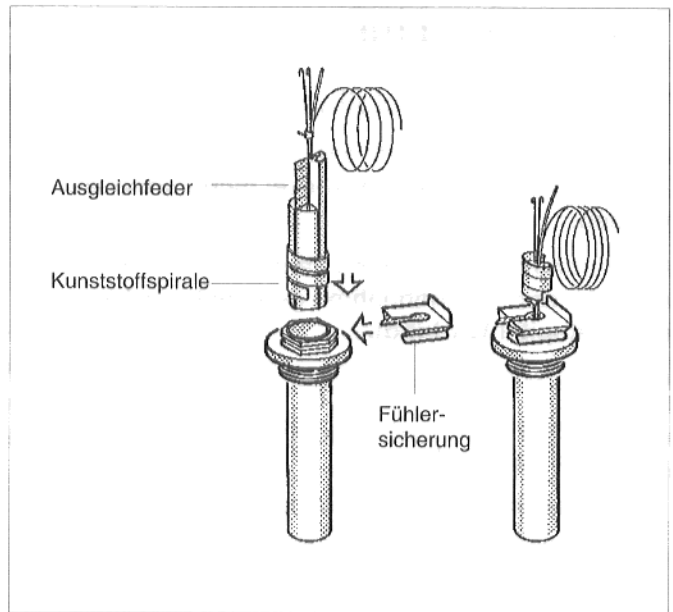

Abb. 10: Tauchhülse und Temperaturfühler
- Temperaturfühler bis zum Anschlag in die Tauchhülse einstecken. Die Kunststoffspirale schiebt sich dabei automatisch zurück. Die Ausgleichfeder muß mit in die Tauchhülse geschoben werden (Abb. 10).
- Fühlersicherung (Lieferumfang Regelgerät) von der Seite oder von oben auf den Tauchhülsekopf drücken (Abb. 10).